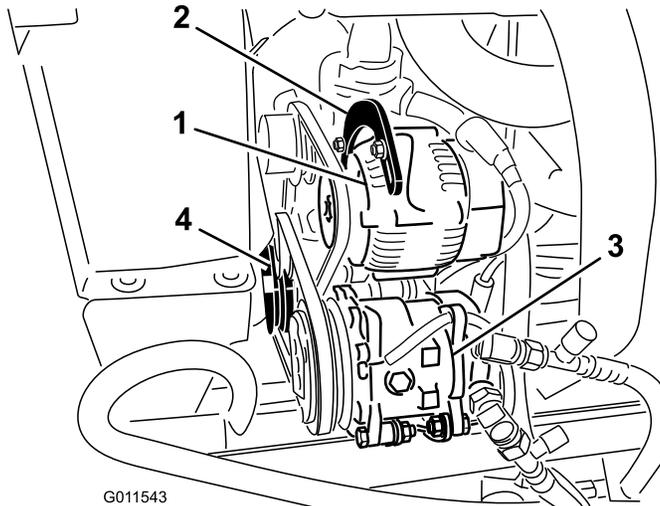

Figura 69
Verifique o estado e a tensão da correia (Figura 69) após cada 100 horas de funcionamento.
2. Se a deslocação obtida não for igual a 10 mm, deve desapertar os parafusos de montagem do alternador (Figura 69). Aumente ou diminua a tensão da correia do alternador e aperte os parafusos. Verifique uma vez mais a deslocação da correia para se certificar de que a tensão está correcta.
2. Se o desvio obtido não for igual a 10 mm, deverá libertar o parafuso de montagem da polia intermédia (Figura 69). Aumente ou diminua a tensão da correia do compressor e aperte o parafuso. Verifique uma vez mais a deslocação da correia para se certificar de que a tensão está correcta.